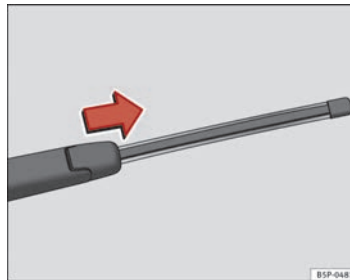

Abb. 131 Heckwischerblatt abnehmen
- Klappen Sie den Scheibenwischerarm von der Heckscheibe weg ⇒ **Abb. 131**.
- Schieben Sie den Wischerblattadapter in Pfeilrichtung und ziehen Sie das Wischerblatt ab ⇒ **Abb. 131**.